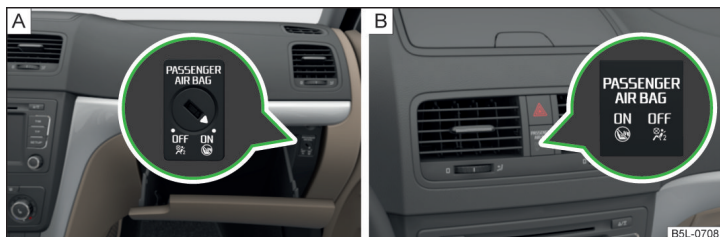

Fig. 15 Conmutador de llave para el airbag lateral del acompañante/Testigo para la conexión/desconexión del airbag delantero del acompañante
- El testigo  » fig. 15 de la página 21 se enciende tras conectar el encendido.
- Gire con la llave del vehículo cuidadosamente la ranura del conmutador de llave a la posición **OFF** » fig. 15 - **A**.
- Compruebe si, tras conectar el encendido, se enciende el testigo **OFF** en el rótulo **PASSENGER AIR BAG ON OFF** » fig. 15 - **B**.
- Gire con la llave cuidadosamente la ranura del conmutador de llave a la posición **ON** » fig. 15 - **A**.